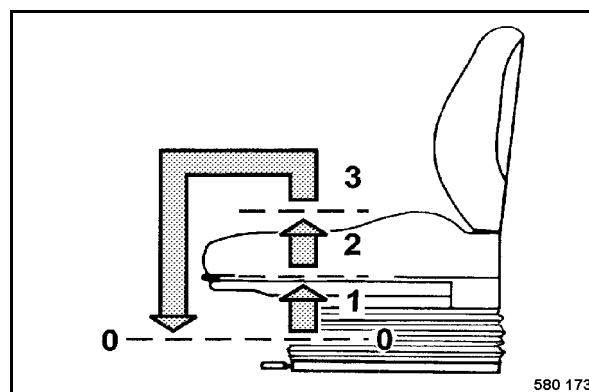

Fig. 73
- Soulever le siège (Fig. 73) pour régler la hauteur et le laisser encranner dans la position désirée.